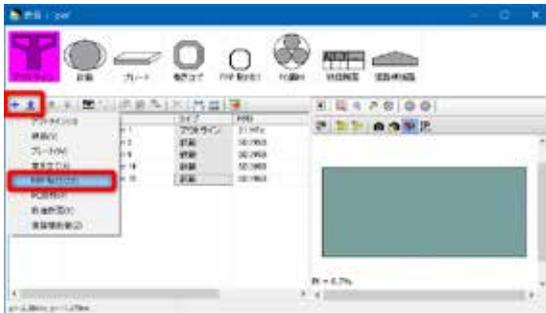

図1 FRP貼付け
これで、最初に紹介した図1、図2の分岐部が完成です。
1. 「FRP貼付け」を指定します (図1)。